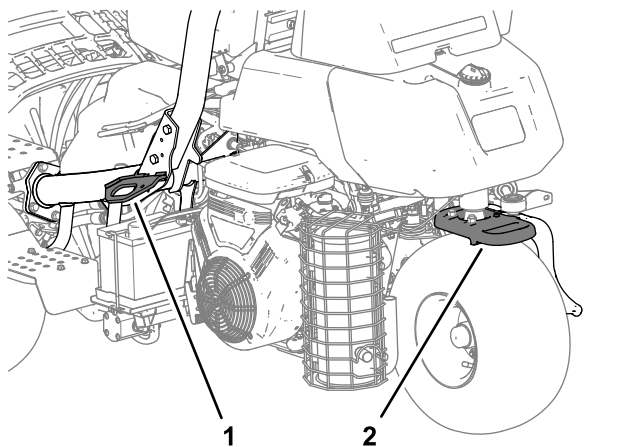

Figura 28
- Amarre la máquina firmemente con correas, cadenas, cables o cuerdas. Tanto las correas delanteras como las traseras deben orientarse hacia abajo y hacia fuera respecto a la máquina (**Figura 28**).